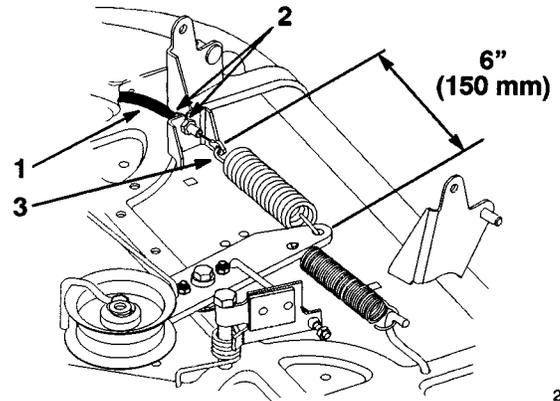

Bild 46
12. Den Messerschaltelhebel (ZWA) am Armaturenbrett einschalten. Den Abstand zwischen den Hakenenden der Mitläuferfeder messen (Bild 46). Die Klemmutter so einstellen, daß ein Abstand von 150 mm resultiert (Bild 46).